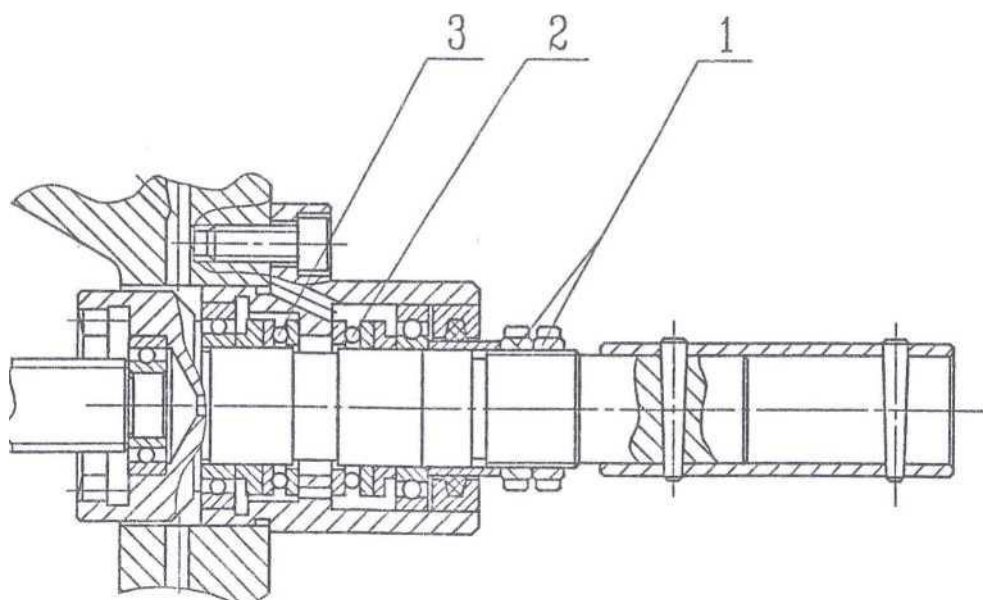

Рис. 21. Регулировка стопорных подшипников
Для обеспечения точности болта следует исключить осевой ход вала. Регулировочный винт (1) можно использовать для регулировки стопорных подшипников (рис. 21).